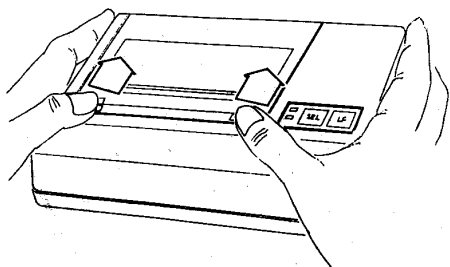
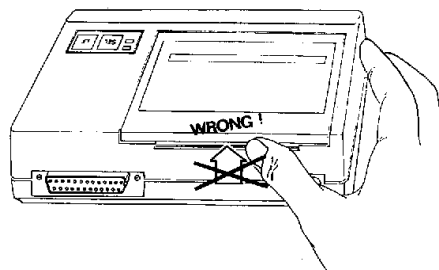

图 2-2 正确推动活动盖板
图 2-3 错误推动活动盖板
1. 如图 2-2 按机壳上箭头指示方向,用双手水平向前推动活动盖板,推开后,轻轻取下。图 2-3 的用力方向是不对的。